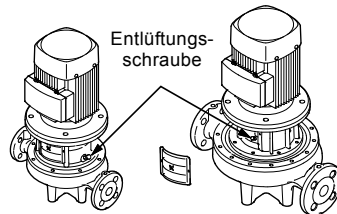

Abb. 15 Position der Entlüftungsschraube
1. Schließen Sie das Absperrventil auf der Druckseite der Pumpe und öffnen Sie die Entlüftungsschraube in der Motorlaterne. Siehe Abb. 15.
2. Lösen Sie die Entlüftungsschraube. Siehe Abb. 15.
3. Entlüften Sie die Pumpe während des Anlaufens durch Lösen der Entlüftungsschrauben in der Motorlaterne, bis ein kontinuierlicher Flüssigkeitsstrom aus der Entlüftungsöffnung austritt. Siehe Abb. 15.